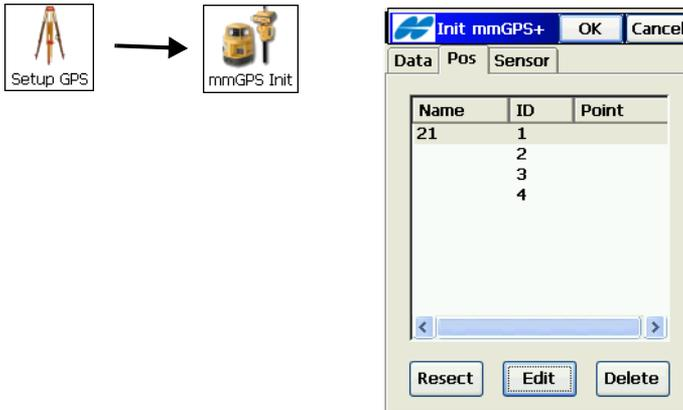
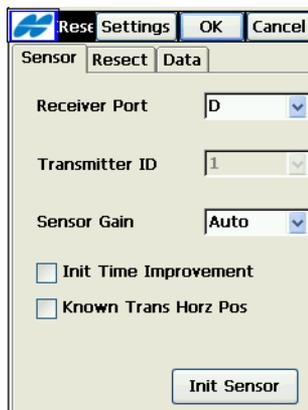

Abbildung A-1. Auswählen des Lasers
Abbildung A-2. Initialisieren des Sensors
1. Tippen Sie nach dem Verbinden von Feldrechner und Sensor auf **Stationierung** ▶ **Init mmGPS+**. Der Bildschirm **Init mmGPS+** erscheint (Abbildung A-1 auf Seite A-2).
2. Tippen Sie auf das Register *Position*, wählen Sie einen Laser und tippen Sie auf die Schaltfläche **Fr.Stat.** (Abbildung A-1). Der Dialog *Fr.Stat.* (Abbildung A-2) erscheint.
3. Tippen Sie auf das Register *Sensor* und dann auf die Schaltfläche **Init Sensor** (Abbildung A-2).